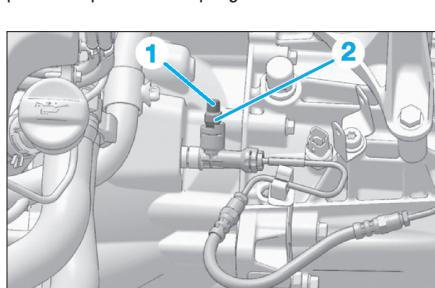

Fig. 5
- Déposer le bouchon (1) de la vis de purge (2) (Fig.5).
- Mettre un tuyau transparent sur la vis de purge (2) et placer l'autre extrémité dans un récipient situé plus bas que la vis de purge.
- Ouvrir la vis de purge (2) et actionner rapidement, à vingt reprises, la pédale d'embrayage sur toute sa course.